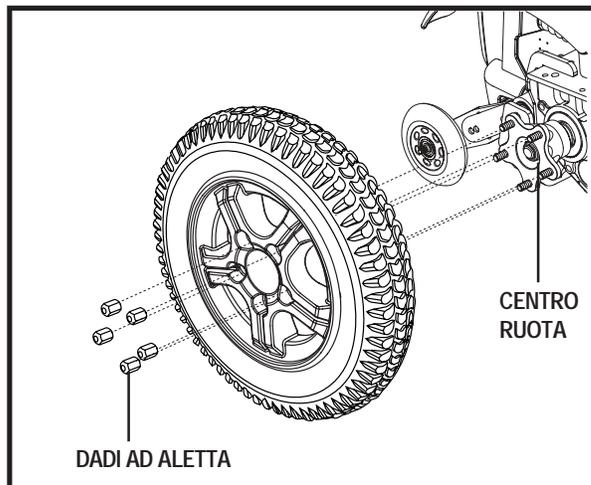

Figura 25. Ruota Motrice della Quantum R-4000
4. Rimuovere i (5) dadi ad aletta dal centro ruota. Vedere figura 25.